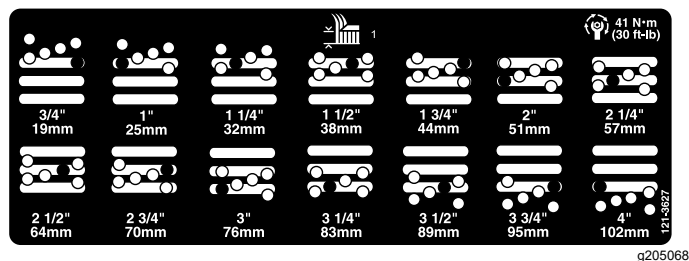

Figura 14
5. Mueva la cámara a la altura deseada e instale un espaciador en el taladro y la ranura de altura de corte deseados (Figura 14)